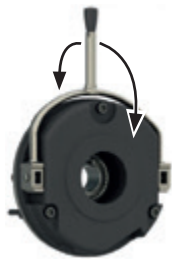

Figura 9 - Sentido de operação da alavanca
1. Puxar a alavanca (Figura 9) até liberar o eixo;